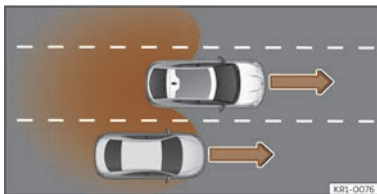

Fig. 152 Dépassement sur la voie centrale puis retour sur la voie de droite.
- Lorsque le véhicule dépasse un autre véhicule >>> **fig. 152** en cas de différence de vitesse d'environ 10 km/h (6 mph). Si le dépassement est considérablement plus rapide, aucune indication ne s'affiche.